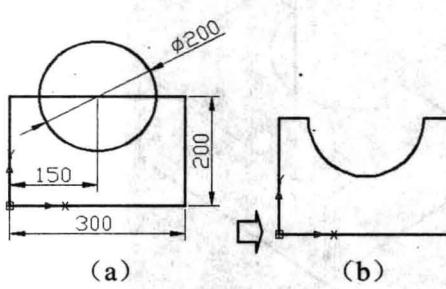

图 1-17 绘制和修剪草图
(1) 单击“绘图”工具栏上的“矩形”按钮 ，绘制如图 1-17 (a) 所示的矩形。命令行如下：
(2) 单击“绘图”工具栏上的“圆”按钮 ，绘制如图 1-17 (a) 所示的圆，命令行如下：
(3) 单击“修改”工具栏上的“修剪”按钮 ，效果如图 1-17 (b) 所示。命令行如下：